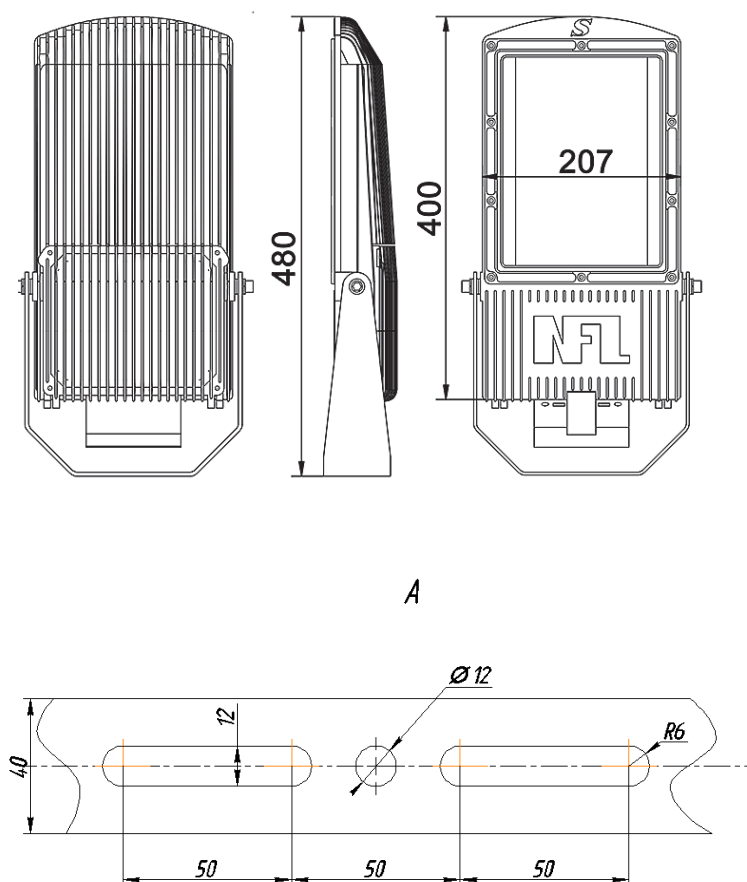

Рис. 2
3.1 Габаритные и установочные размеры представлены на рис. 2.
- светильник закрепите к опорной конструкции при помощи двух болтов М10 через два паза шириной 12 мм в крепежной скобе светильника (см.Рис.2);